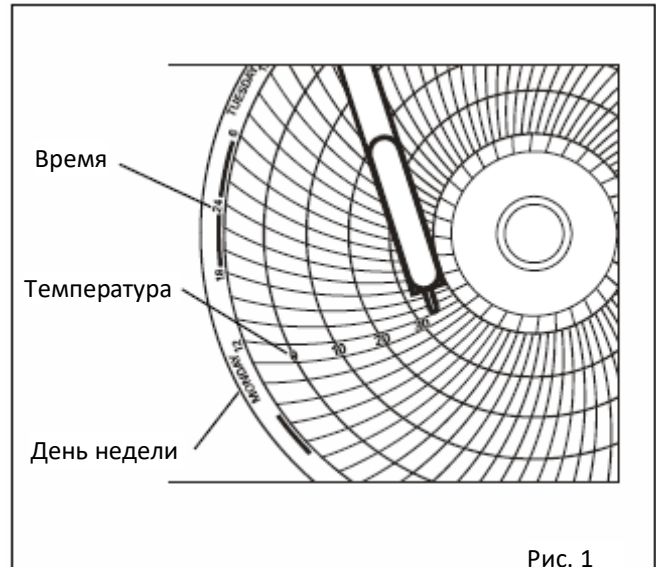

Рис. 1
2. Поместите график записи в положение немного впереди желаемого времени (диаграмма записи повернута влево). [Рис. 1].
2. Слегка поднимите конец фиксатора пера и снимите со стопора фиксатора пера. Затем поверните по часовой стрелке (пока верхняя часть пера не окажется на подъемнике пера), как показано на рис. 1.